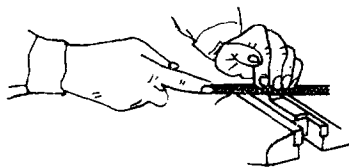

图 1-4 小型锉刀握持法
③小型锉刀握持法:右手的拇指和食指置于柄的上面和侧面,其它三指卷于柄下,左手用四个指头横压在锉刀中部上面,这样可防止锉刀受压而损坏,见图 1-4。